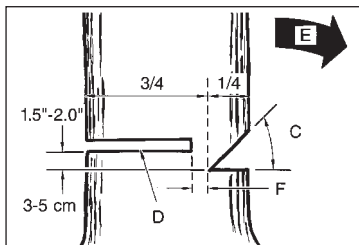

Fig. 11B
WAARSCHUWING! Loop nooit voor een boom waarin een valkerf werd gemaakt. Maak de velsnede (D) aan de andere kant van de boom en 3 tot 5 cm boven de rand van de valkerf (C). (Fig. 11B).